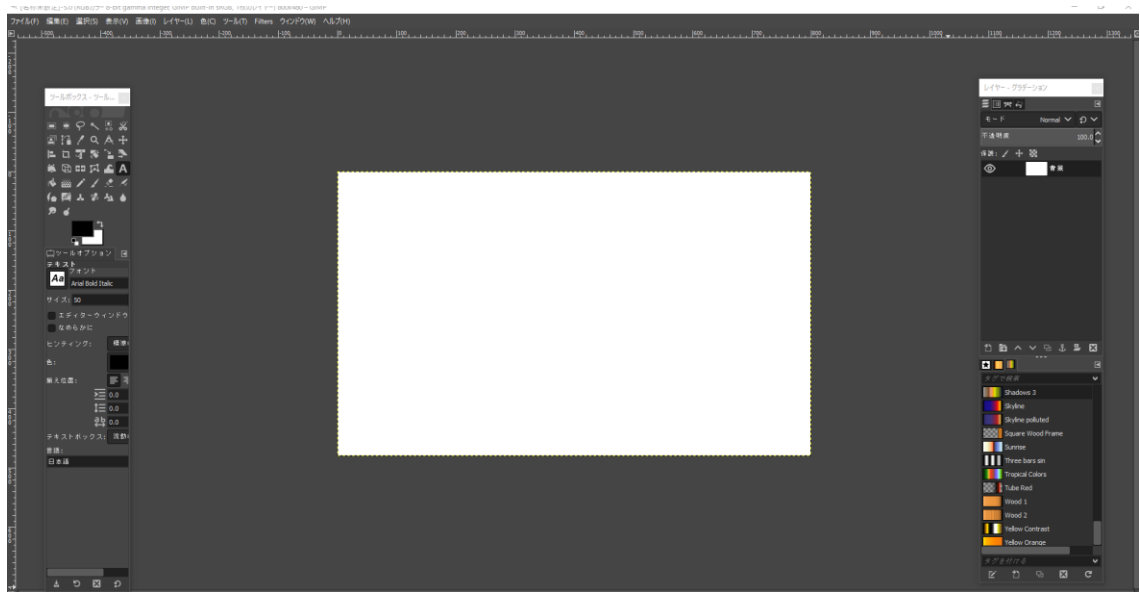

図 11-4
- (4) 図 11-3 で **OK** ボタンをクリックすると、図 11-4 の様に白のキャンバスが表示されます。もし、キャンバスの色が白でない場合は、必ず、白 (単色) になるようにしてください。透過描画コマンドで透過描画する場合、白の部分を描画しない様になっています。